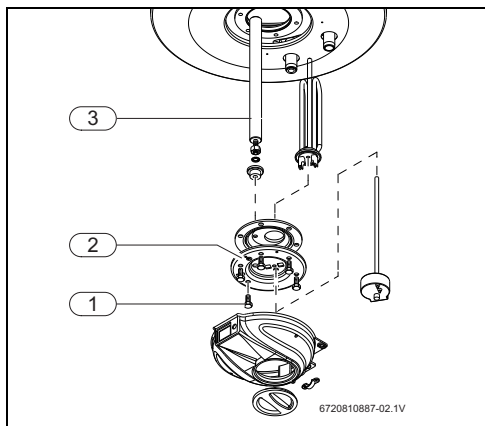

Рис. 13 Доступ во внутреннее пространство и обозначение деталей
- ▶ Отверните крепёжные винты фланца (→ рис. 13, [1]).
- ▶ Снимите фланец (→ рис. 13, [2]).